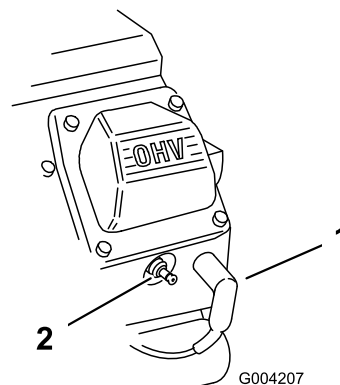

Figura 40
3. Desconecte los cables de las bujías (Figura 40).
3. Conecte los cables a las bujías (Figura 40).